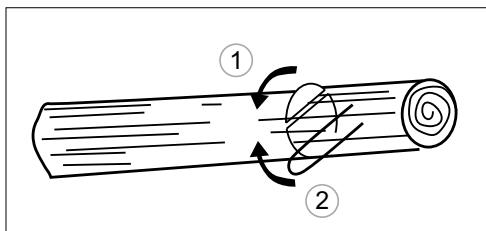

Fig. 22
3. Când bușteanul este poziționat pe suport din ambele capete, debitați de sus în jos 1/3, pentru a evita despicarea. Apoi terminați debitarea de jos în sus pe aceiași linie, evitând blocarea (Fig. 22).